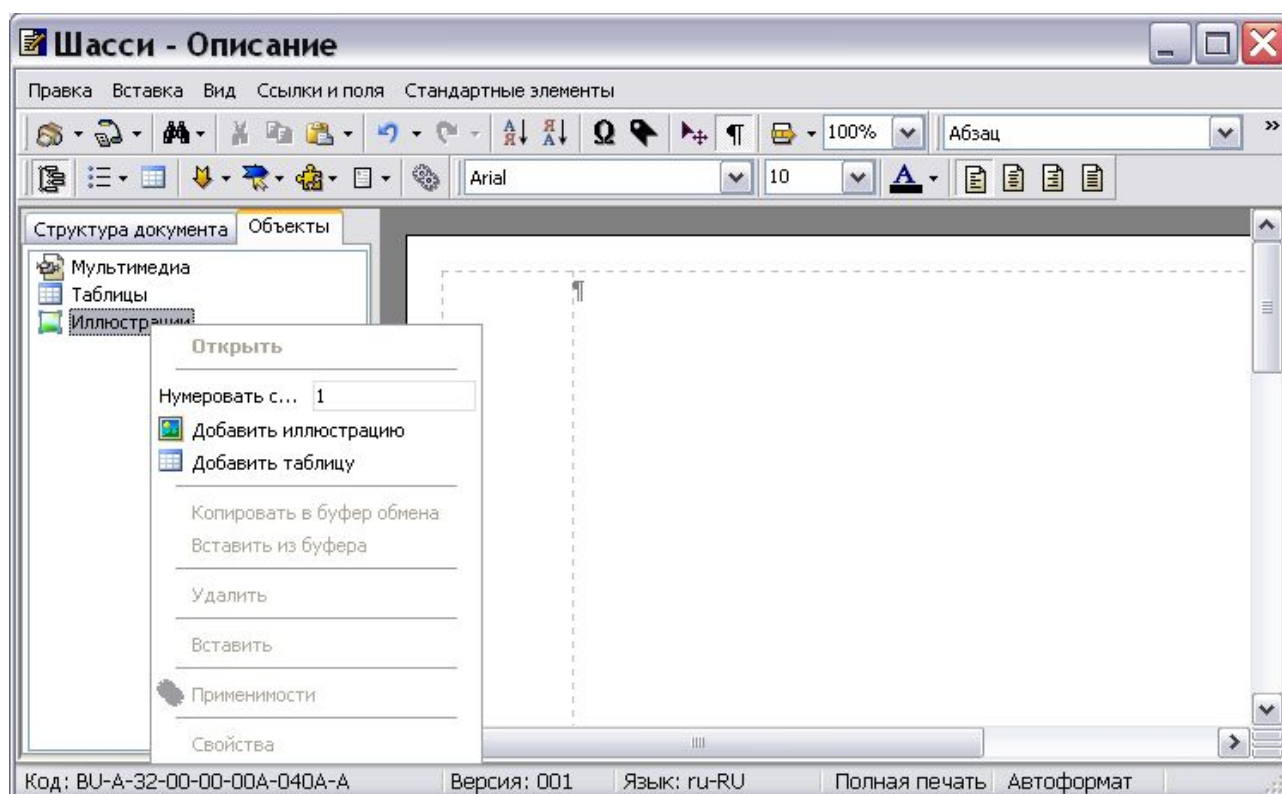
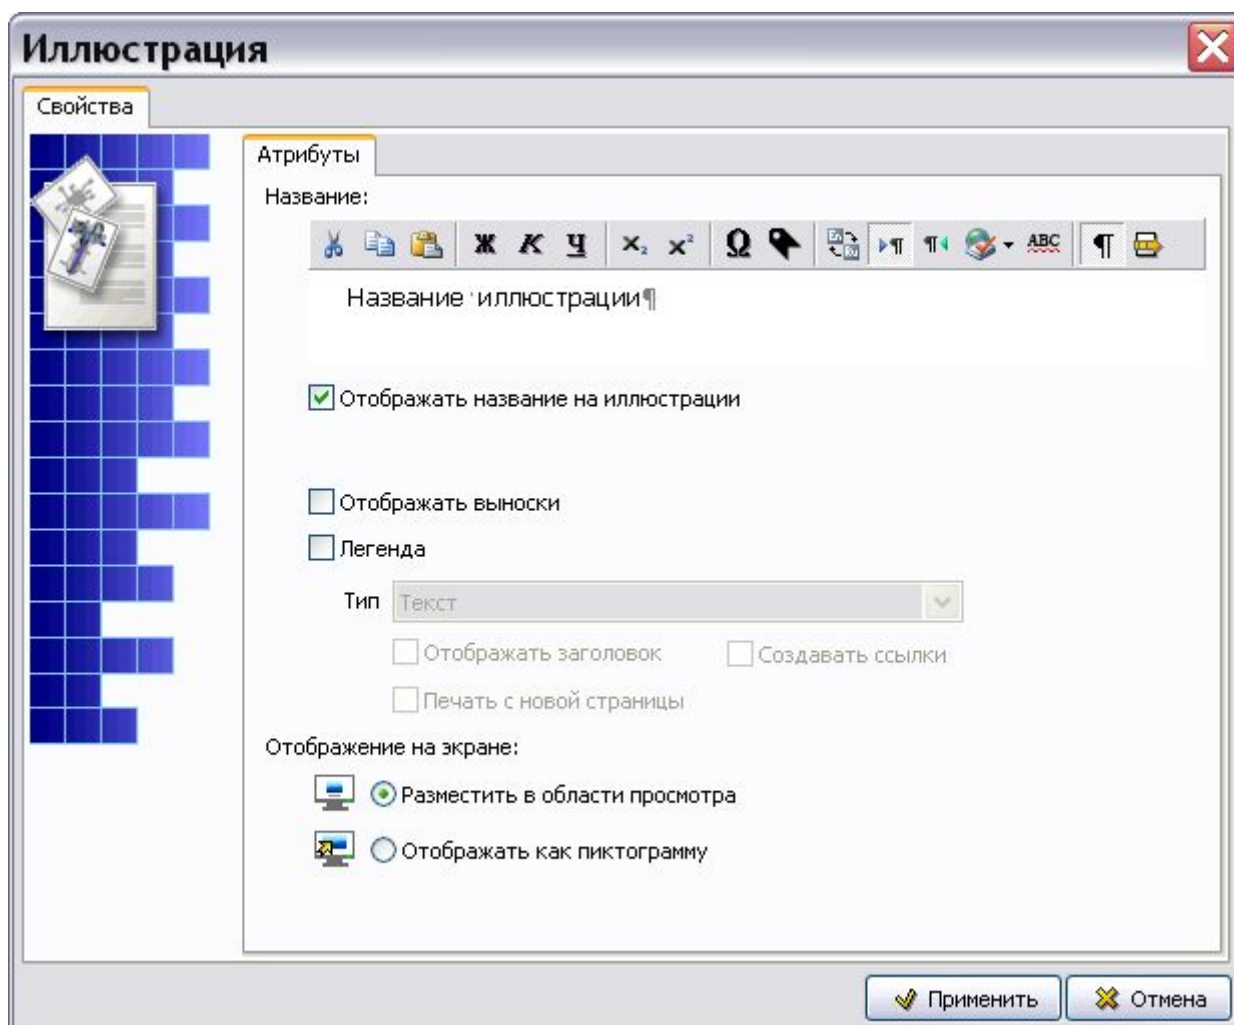

Рис. 3.107
Рис. 3.108
На инструментальной панели **Объекты** нажмите на кнопку **Структура и объекты** . В левой части окна редактора на вкладке **Объекты** появится список объектов, которые можно вставлять в документ (Рис. 3.107).
1. Щелкните правой кнопкой мыши по объекту **Иллюстрации**. При этом появится контекстное меню (Рис. 3.107). Пункт меню **Нумеровать с** : рассмотрен в подразделе «**Нумерация объектов**» раздела 3.3.3. Установить номер, с которого начнется нумерация объектов, можно и до их создания, и после.
- В контекстном меню выберите команду **Добавить иллюстрацию** (Рис. 3.107). При этом откроется окно **Иллюстрация**, содержащее вкладку **Атрибуты** (Рис. 3.108).